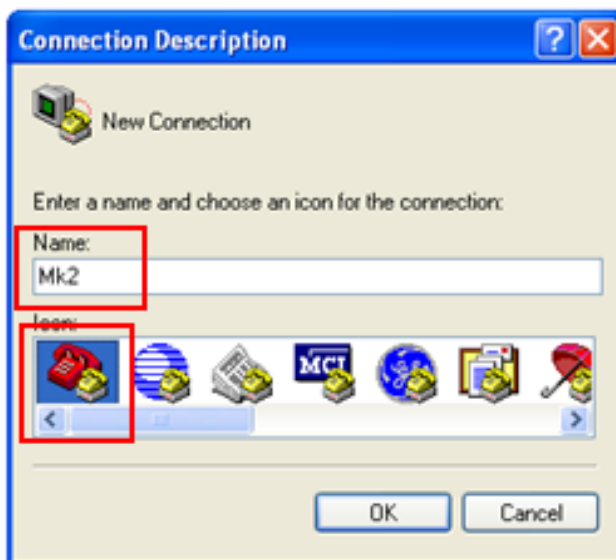

Fig.13
6. Dans la boîte de dialogue à l'écran, nommer la connexion d'HyperTerminal et choisir l'icône de bureau de votre choix. Cliquer OK (Fig.13)